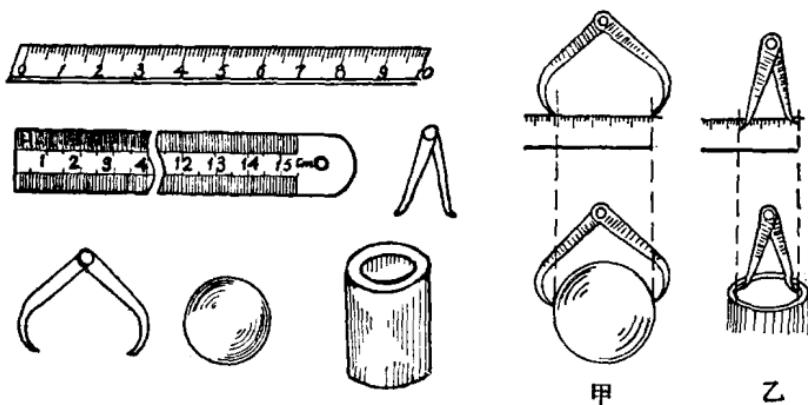

图 1—1
1. 使用刻度尺测量长度时应注意些什么？图 1—2 中哪种方法是正确的？哪种方法是错误的？